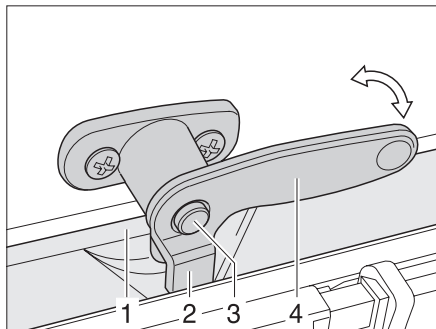

Bild 24 Låsarm med låsknappen i läge "Stängt"
- ▶ Tryck på låsknappen (Bild 24,3) om sådan finns och håll den nedtryckt.